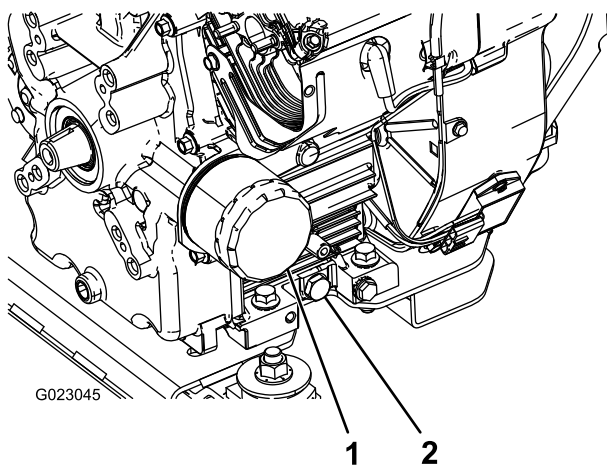

Figura 43
5. Retire el tapón de vaciado (Figura 43).
2. Retire el filtro de aceite (Figura 43).
5. Instale el filtro de aceite nuevo en el adaptador del filtro. Gire el filtro en el sentido de las agujas del reloj hasta que la junta de goma entre en contacto con el adaptador del filtro, luego apriete el filtro 1/2 de vuelta más (Figura 43).